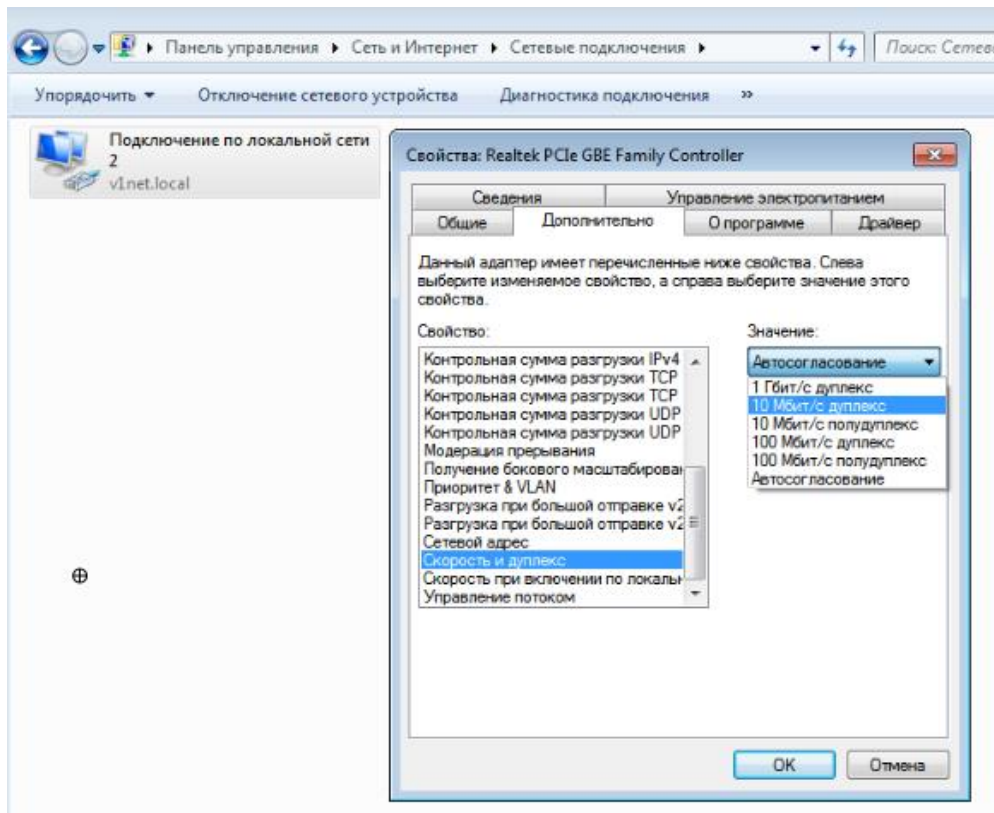

Рис. 5 Настройка скорости сетевой карты
- ✓ При превышении расстояния свыше 100 метров вручную выставите скорость передачи данных 10 Мбит/с (полудуплекс) в настройках сетевой карты (рис. 5)